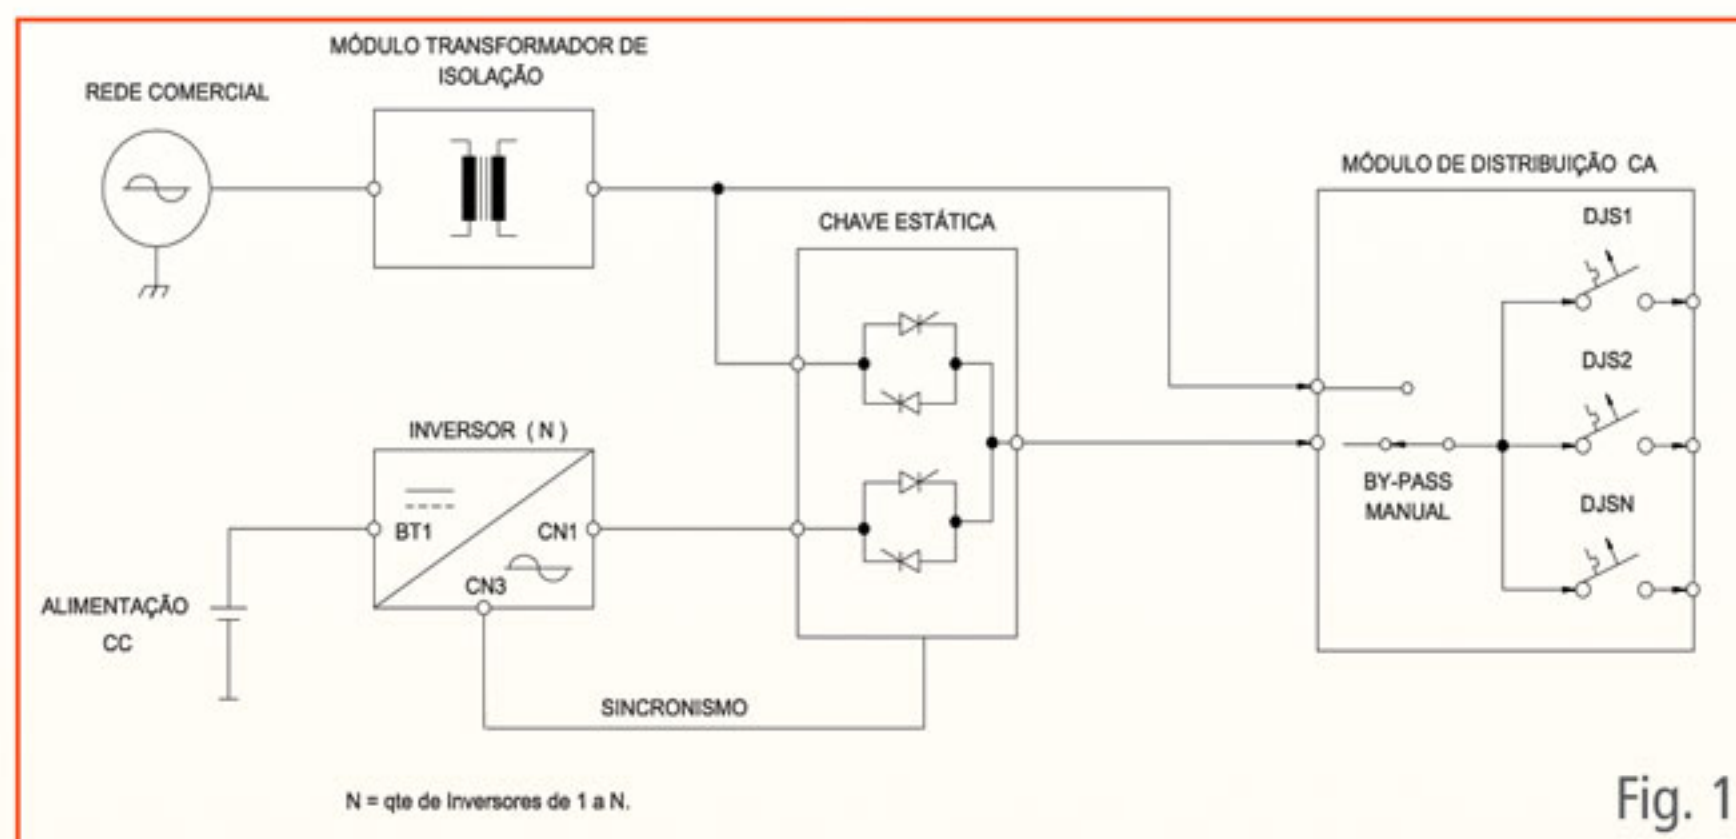

Fig. 1
Nos Sistemas Redundantes ($N \times 1 + 0$) - **Fig. 1**, utiliza-se normalmente o Inversor, ou conjunto de Inversores(N) Paralelos (com sharing de corrente), como Fonte Principal, e a Rede CA / Gerador como Fonte Alternativa.